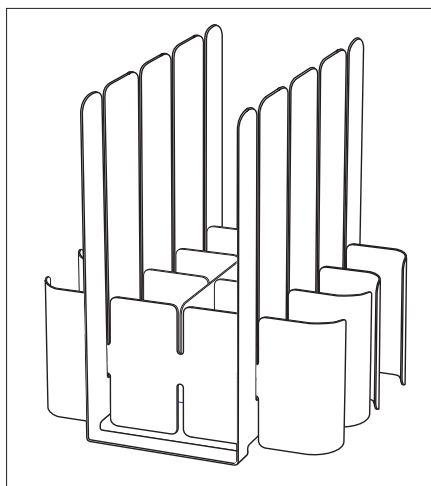

図 5
- 1) 仕切りスタンドに仕切り板（長）、（短）を挿し込んで組み立てます。（図 5）